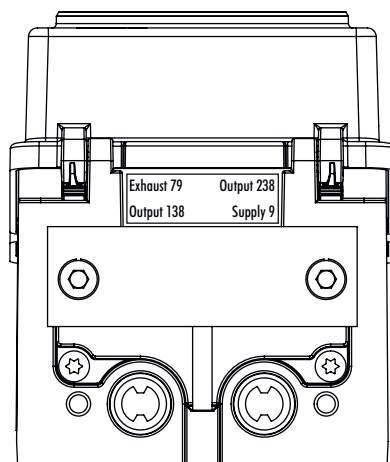

Bild 5-33: Ausgang 238 und Entlüftung 79 mit Blindplatte verschlossen
- ➔ Ausgang 238 und die Entlüftung 79 mit einer Blindplatte verschließen (vgl. Bild 5-33), wenn nur ein pneumatischer Ausgang zur Verfügung steht.
Ein einfachwirkender pneumatischer Antrieb wird über den Ausgang 138 angesteuert. Die Ausgänge 238 und 79 werden dazu verschlossen (vgl. Bild 5-33). Die Luftleistung kann durch die Verwendung von zwei Pneumatikmodulen verdoppelt werden.